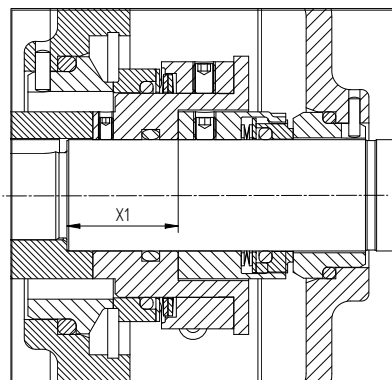

Figura 16: Ajuste da vedação mecânica MD1.
- 6 Coloque a peça rotativa da vedação mecânica (1220) no eixo. Ajuste a peça rotativa da vedação mecânica à distância X1 da figura 16 e da tabela correspondente. Bloqueie-a, fixando o parafuso de ajuste.